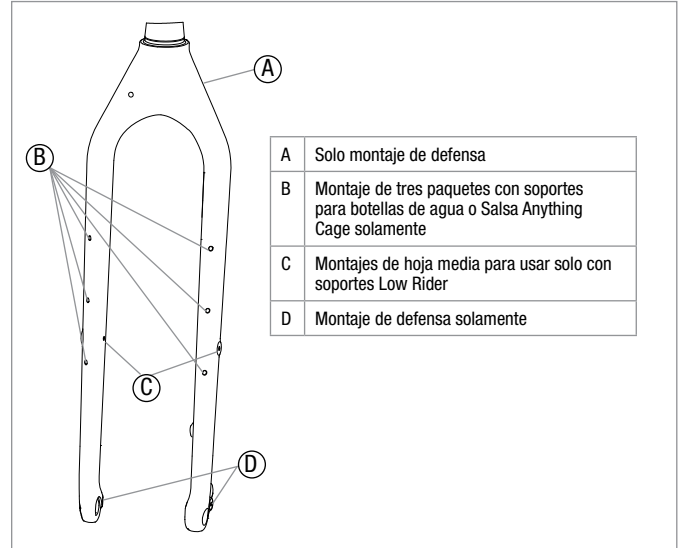

Figura 13
Asegúrese de que horquilla sea compatible con soportes. Vea en la Figura 13 las ubicaciones del montaje de soporte aprobado para la horquilla. Siga las instrucciones del fabricante de soporte para la instalación. Asegúrese de usar todas las piezas metálicas que vienen con el soporte para su instalación.
**▲ ADVERTENCIA:** No monte los soportes en cualquier otro montaje de horquilla que no sean los mostrados en la Figura 13. No instalar correctamente un soporte puede causar una colisión y lesión grave.